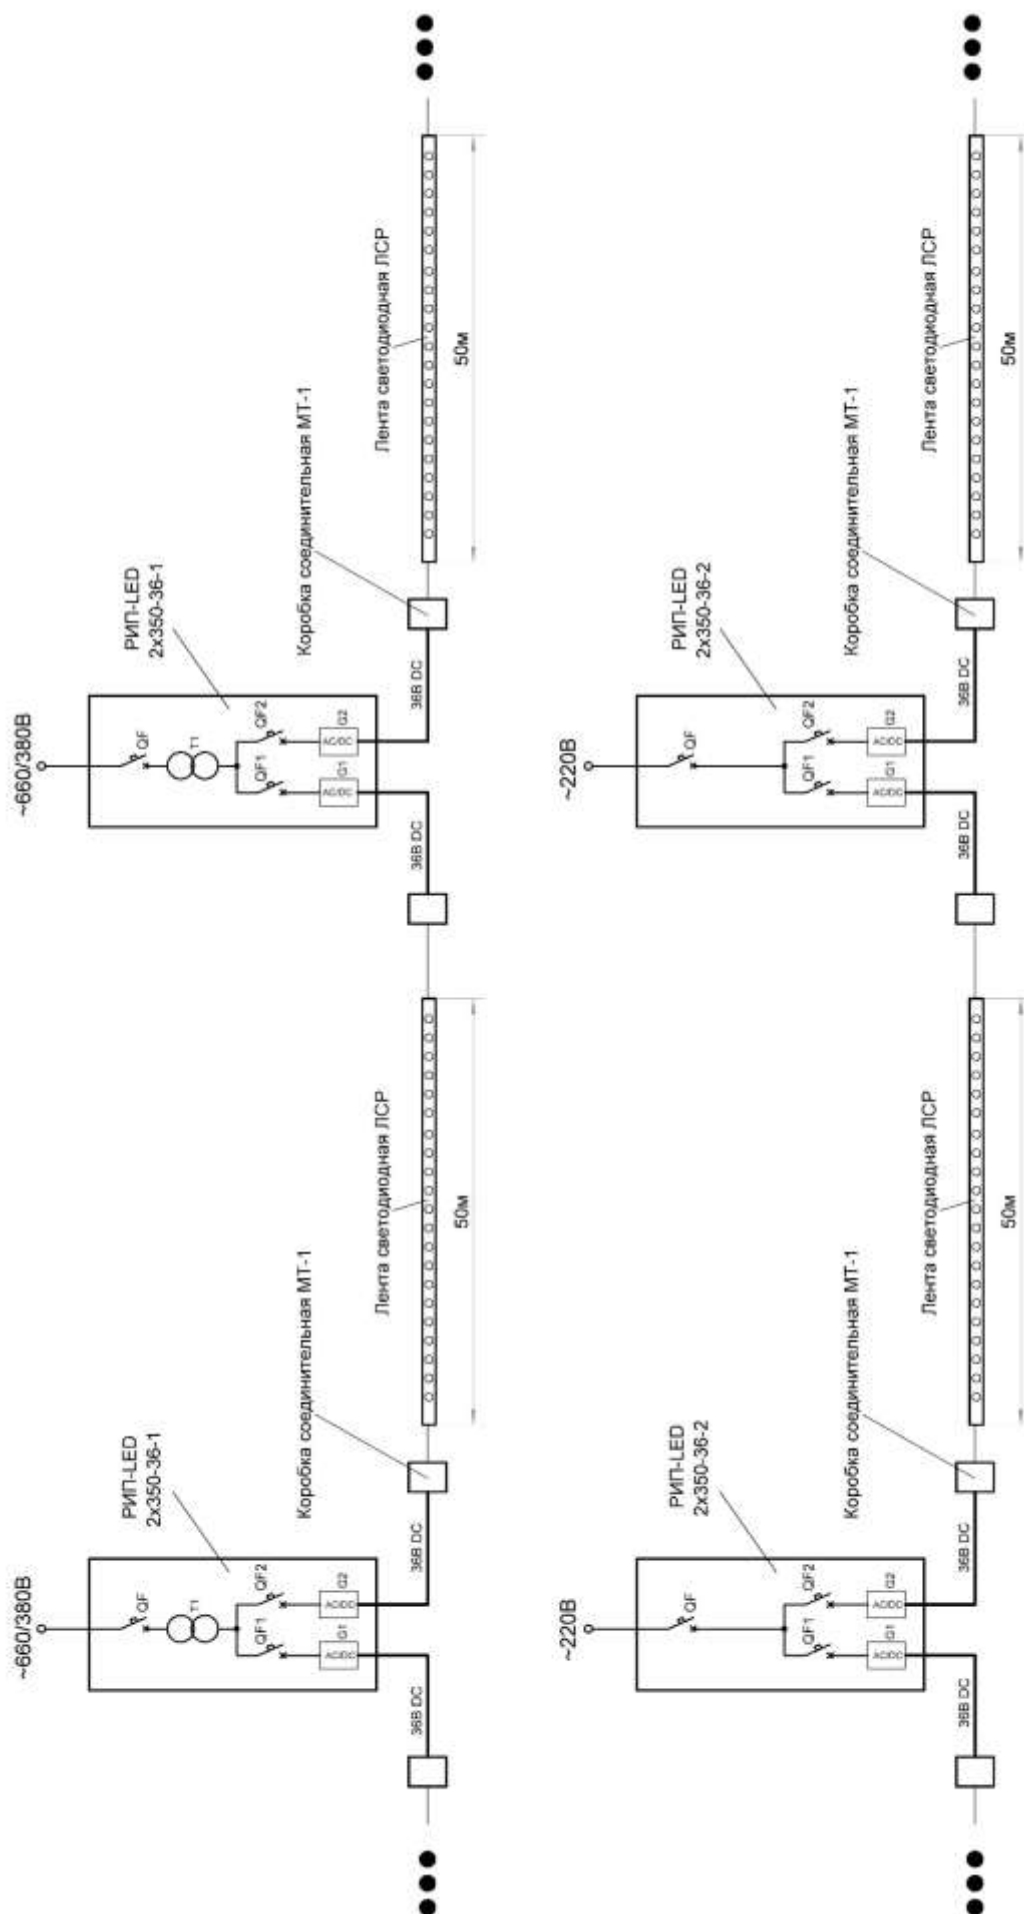

Рис.3 Структурная схема подключения лент ЛСР-9,6-36
**При питании отрезка с обоих концов, см. схему подключения на рис. 3.